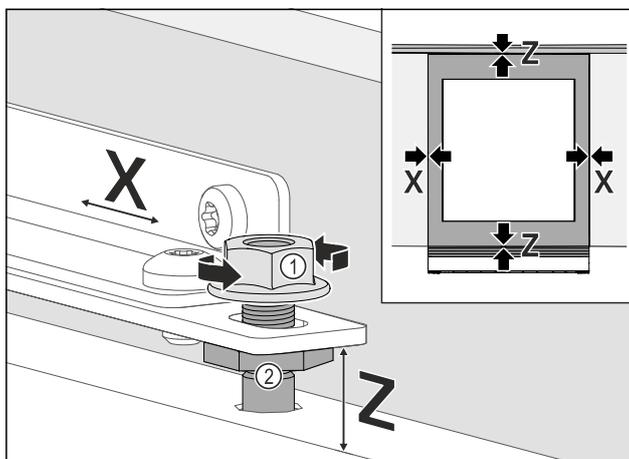

Fig. 97
- ▶ Nábytkové dvere bočne vyrovnajte: Uvoľnite poistné matice Fig. 97 (1), posuňte nábytkové dvere v smere X.
- ▶ Uťahnite poistné matice Fig. 97 (1).
- ▶ Vyrovnajte nábytkové dvere vo výške Z a vyrovnajte bočný sklon: Nastavte justovacie čapy Fig. 97 (2).